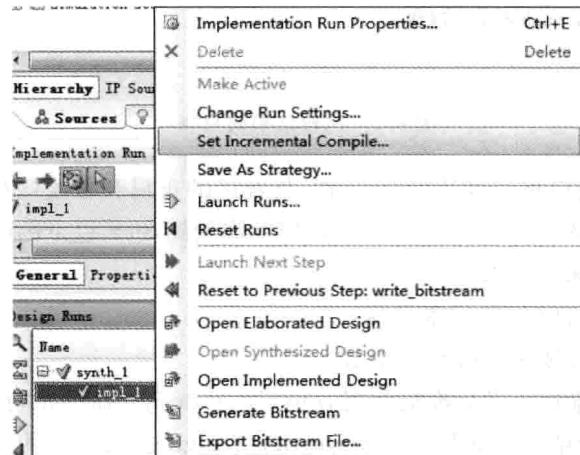

图 8.3 设置增量编译入口
- (1) 如图 8.3 所示,在 Vivado 主界面的 Design Runs 窗口下,选中一个实现 impl\_1。单击右键,出现浮动菜单。在浮动菜单内,选择 Set Incremental Compile... 选项。